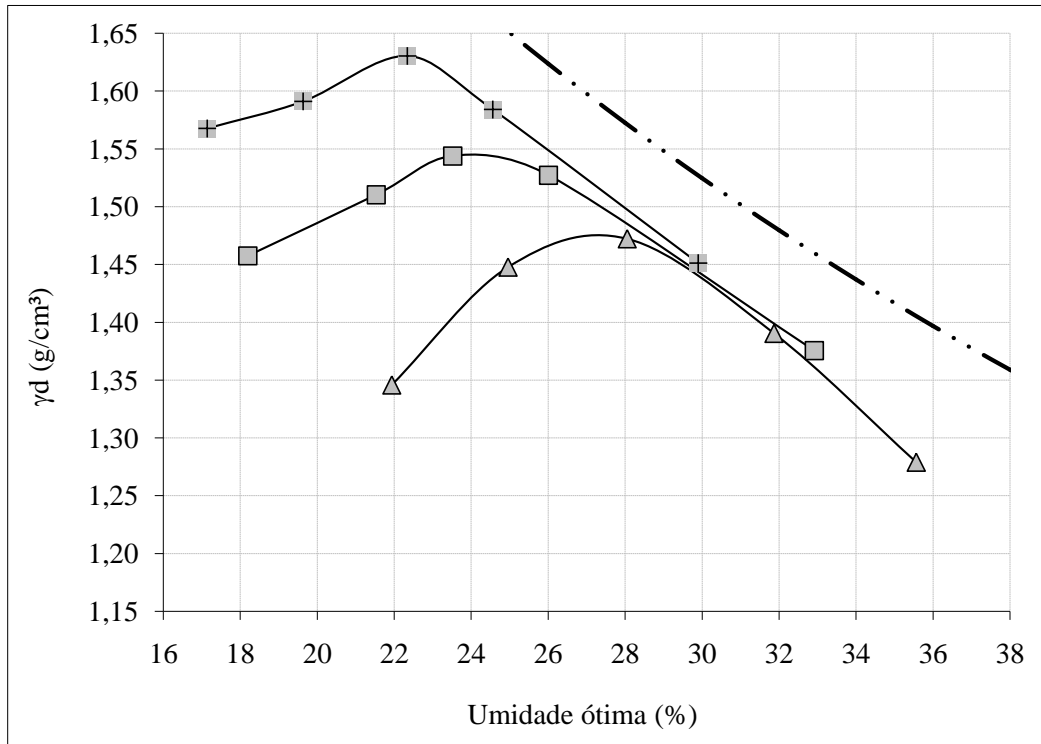

Figura 1: Curvas de Compactação.
1. A partir da Figura 1 determine (trata-se do mesmo solo):